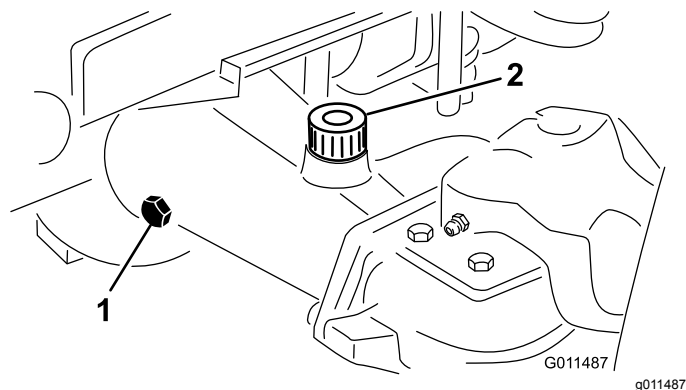

Figura 94
2. Retire o tampão de verificação que se encontra na extremidade do eixo e certifique-se de que existe lubrificante até ao fundo do orifício (Figura 94).